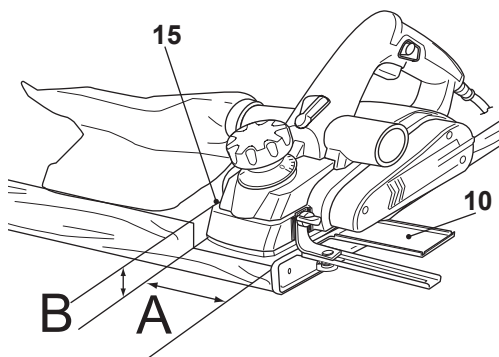

Fig. 14
- > Coloque a guia paralela (10) e o limitador de profundidade de desbaste (15) no produto tal como foi indicado antes e ajuste a largura (Fig. 14, A) e profundidade desejadas (Fig. 14, B)